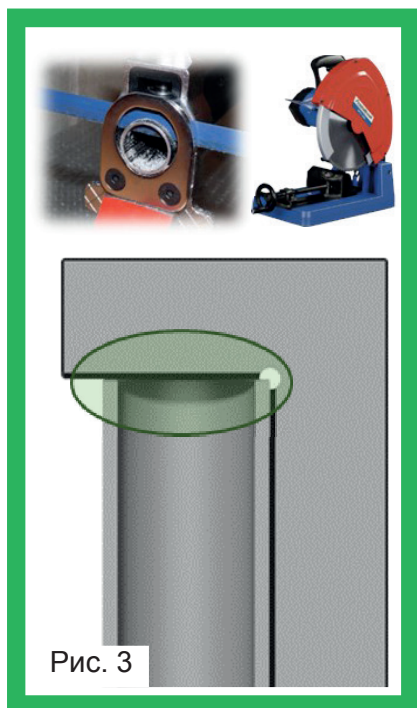
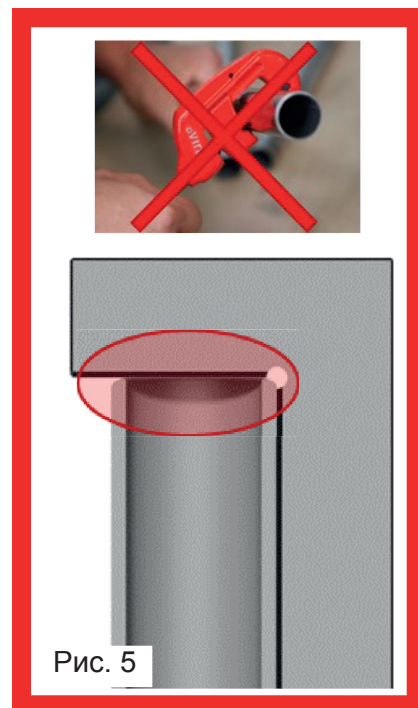

Рис. 3
Рис. 5
- Отрежьте трубу соответствующей ножовкой (рис. 3 и 4) и не используйте роликовые труборезы (рис. 5). Убедитесь, что рез сделан правильно под углом 90°. Аккуратно удалите внешние и внутренние заусенцы специальным инструментом для снятия заусенцев и внешние остатки обработки.